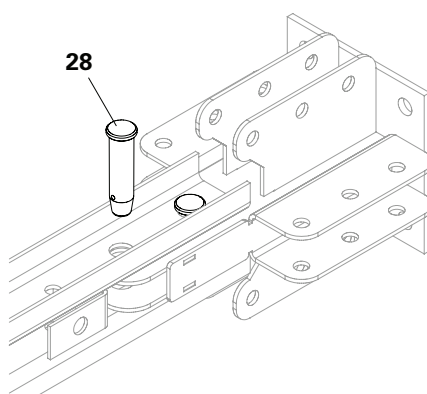

Fig. A1.05a
3. Avvitare i piedi di sostegno ATS (**1**) con 2x perni Ø 32 (**28**) nei correnti in acciaio 262 (**25**) e fissare con un inserto a molla 5/2 (**29**). (Fig. A1.05a + A1.05b)